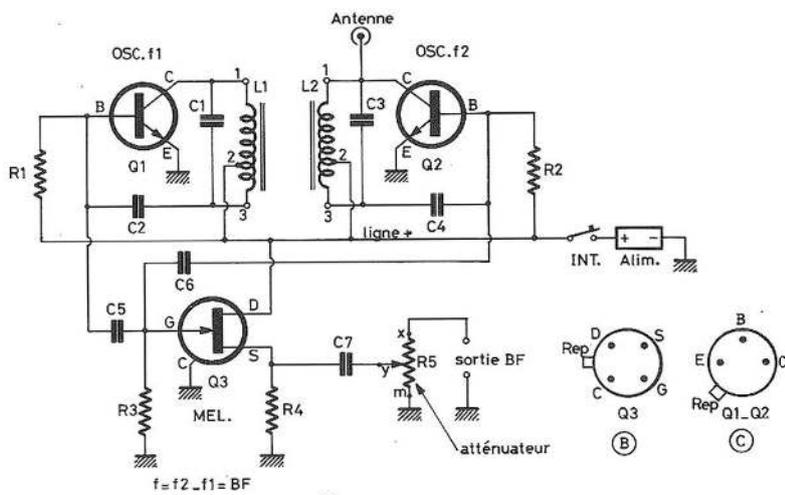
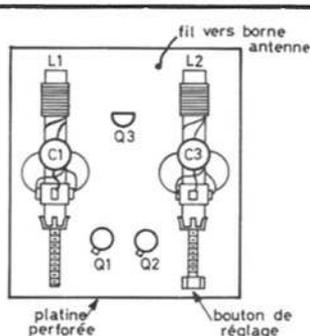
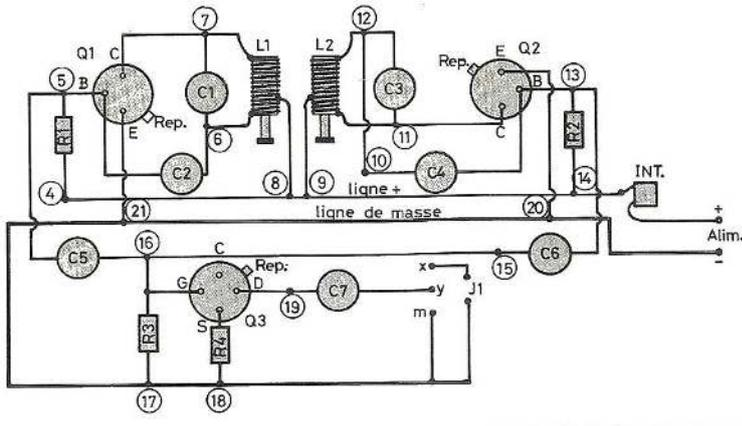

Figure 2
Figure 3
Figure 4
Les branchements des transistors sont indiqués aux figures 2 (B) et 2 (C). Les boîtiers sont vus avec les fils orientés vers l'observateur. A noter que le FET possède quatre fils, dont celui marqué C (case en anglais = boîtier en français) correspond au boîtier métallique qui le blinde.
En raison de l'emploi de semi-conducteurs et de bobines HF, donc petites et légères, le montage des éléments de la figure 2 peut s'effectuer sur une platine de petites dimensions comme celle de la figure 3 par
Voici à la figure 4, un plan de connexions dans lequel les dimensions réelles ne sont pas respectées. Il permet de se rendre compte d'une manière précise des connexions à effectuer entre composants.
La construction sera aisée en se basant sur la figure 3 qui donne l'emplacement des principaux composants et la figure 4 qui donne tous les branchements.
Les deux bobines seront disposées comme le montre la figure 3 donc, à une distance, d'axe en axe, de 5,5 cm environ, la plaque étant de 8,7 cm \times 11,4 cm environ.